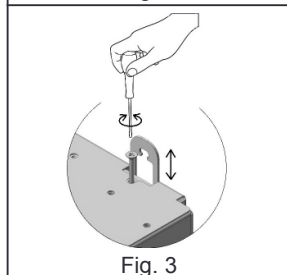

Fig. 3
- b) Tylny wspornik wyrównujący mocowany za pomocą kołków rozprężających w zestawie (Rys.3)